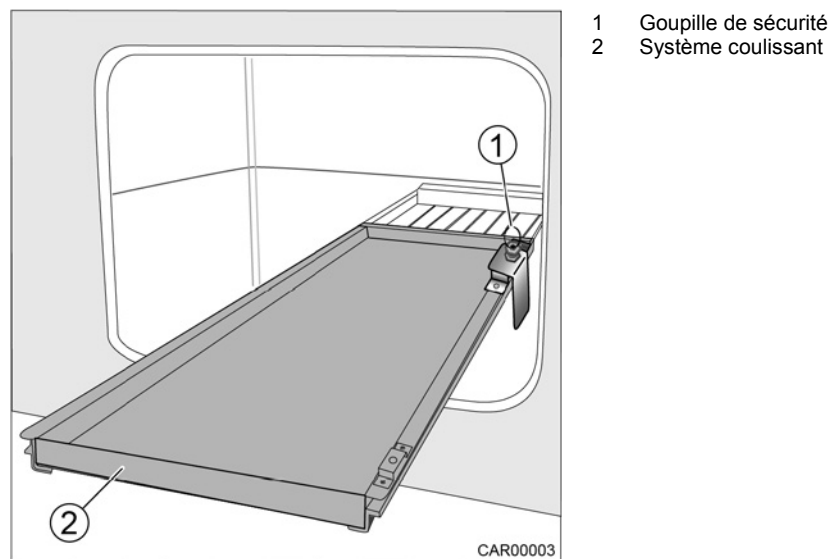

Fig. 4 Système coulissant
1. Tirer la goupille de sécurité (Fig. 4/1) vers le haut.
2. Tirer le système coulissant (Fig. 4/2) hors du camping-car jusqu'à ce qu'il encliquette.
2. Glisser le système coulissant (Fig. 4/2) dans le camping-car jusqu'à ce qu'il encliquette.